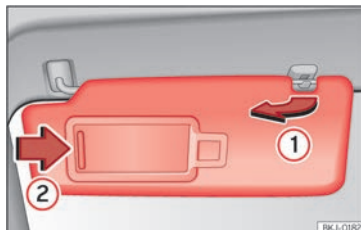

Abb. 80 Sonnenblende.
- Die Sonnenblende kann aus der Befestigung entnommen und zur Tür gedreht werden »» (Abb. 80) ①.